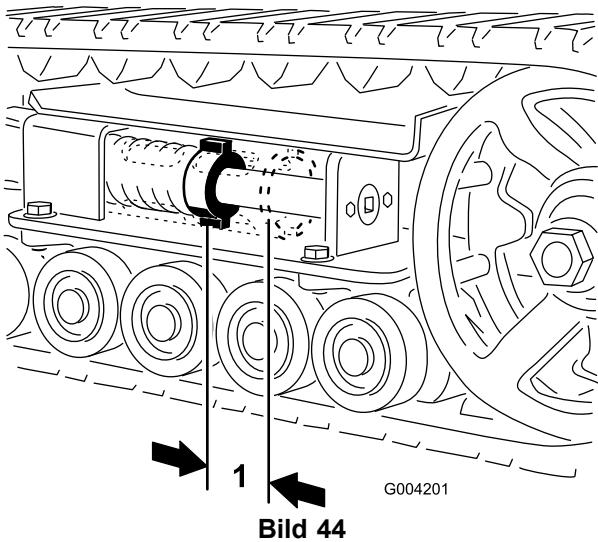

**Bild 45**
3. Entfernen Sie die Befestigungsschraube und Mutter (Bild 45).
5. Richten Sie die am nächsten liegende Kerbe in der Spannschraube mit dem Loch der Befestigungsschraube aus und befestigen Sie die Schraube mit der Befestigungsschraube und Mutter (Bild 45).
4. Lösen Sie die Antriebsspannung mit einem Sechskantschlüssel (1/2 Zoll), indem Sie die Spannschraube nach rechts drehen (Bild 45 und Bild 46).
4. Lösen Sie die Antriebsspannung mit einem Sechskantschlüssel (1/2 Zoll), indem Sie die Spannschraube nach rechts drehen (Bild 45 und Bild 47).